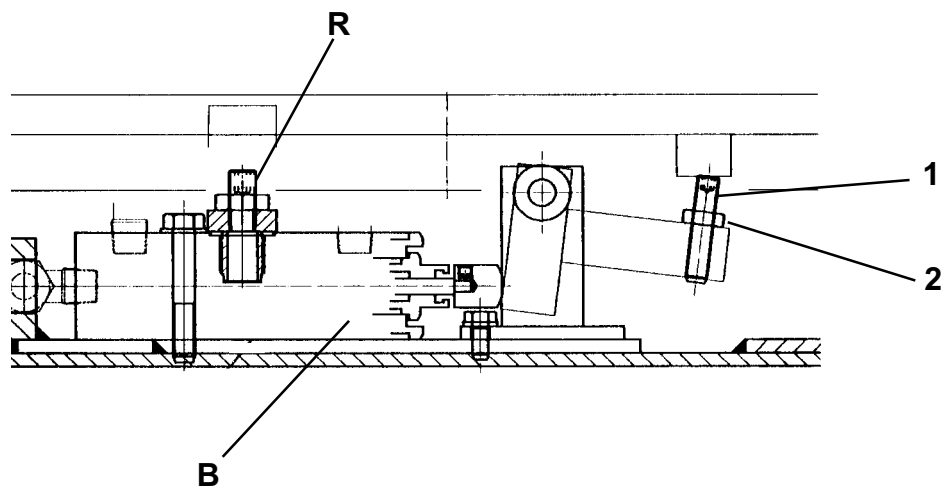
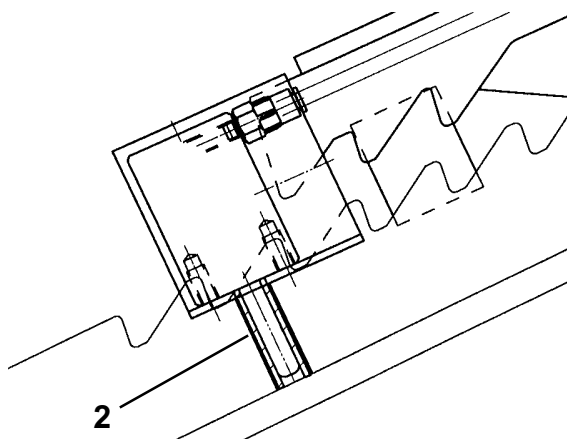
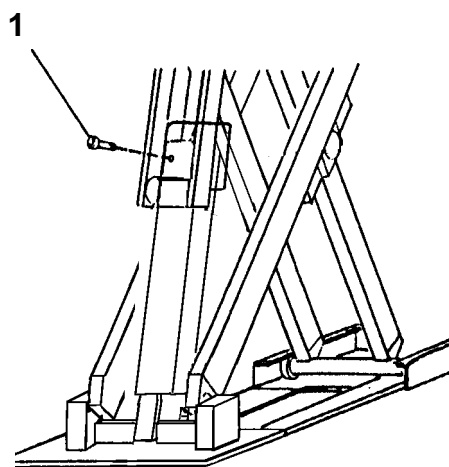

Fig. 15
Fig. 16
Fig. 17
Durante il collegamento dei tubi potrebbe entrare un po' di aria e quindi, per ristabilire il corretto funzionamento, operare come segue: con il rubinetto **R** chiuso, vedi Fig. 15, premere il pulsante di salita fino a battuta meccanica pedana **P1** (non importa la pedana **P2**).
Svitare la vite **1** (Fig. 17) del cilindro **P1** per spurgare l'aria (può verificarsi la discesa di **P2**) poi riavvitare.
Togliere l'alimentazione pneumatica in modo che l'arresto meccanico del cilindro **P1** rimanga agganciato sull'ultimo dente (cilindro tutto esteso) e inserire sotto l'arresto del cilindro **P2** il distanziale **2** (Fig. 16) (tubino Rilsan Ø 8x6 lungo 30 mm) in modo che il cilindro possa scorrere.
Aprire il rubinetto **R** (Fig. 15) e premendo il pulsante di discesa
with stopcock **R** closed (see Fig. 15), press the up button until platform **P1** reaches the mechanical stop (the position of **P2** is not important).
Loosen screw **4** (see Fig. 17) of cylinder **P1** to bleed the air (**P2** may drop), then tighten again.
Switch off the compressed-air supply so that the mechanical stop of cylinder **P1** remains fastened on the last tooth (cylinder fully extended) and fit spacer **2** (Fig. 16) underneath cylinder **P2** so the cylinder can slide. (Ø 8x6 rilsan tube of 30 mm length). floor. Open stopcock **R** (fig. 15) and press the down button to
Während des Anschlusses der Leitungen könnte etwas Luft eintreten. Zur Abhilfe bzw. Wiederherstellung des einwandfreien Betriebs, wie folgt vorgehen: bei geschlossenem Hahn **R** die Hebesteuertaste drücken, bis es zum mechanischen Anschlag der Fahrschiene **P1** kommt (die Fahrschiene **P2** ist unwichtig). Zur Entlüftung die Schraube **1** (Abb. 17) des Zylinders **P1** lösen (**P2** könnte sich senken) und wieder anziehen. Die pneumatische Versorgung unterbrechen, damit die mechanische Arretierung des Zylinders **P1** am letzten Zahn eingehakt bleibt (Zylinder ganz ausgefahren) und zur Zylindergleitung das Distanzstück **2**, (Abb. 116) (Schlauch aus Rilsan D. 8x6, 30 mm lang) unter die Arretierung des Zylinders **P2** einsetzen. Den Hahn **R** (Abb. 15) öffnen und über die Senksteuertaste **P2** bodeneben
Lors du raccordement des tuyaux, de l'air pourrait s'introduire dans le système, il faut donc opérer comme suit pour rétablir le bon fonctionnement: le robinet **R** (voir Fig. 15) doit être fermé; actionner la montée autant qu'il faut pour mettre le chemin de roulement **P1** en sa position de butée mécanique (la position du chemin de roulement **P2** n'est pas importante).
Desserer la vis **1** (Fig. 17) du vérin **P1** pour purger l'air (il peut arriver que **P2** descende), puis resserrer.
Supprimer l'alimentation pneumatique de manière à ce que l'arrêt mécanique du vérin **P1** reste enclenché sur la dernière dent (vérin entièrement ouvert) et introduire sous l'arrêt du vérin **P2** l'entretoise **2** (Fig. 16) (tuyau rilsan Ø 8x6 30 mm de long) pour permettre au vérin de coulisser. Ouvrir le robinet **R** (Fig.
Durante la conexión de los tubos podría entrar un poco de aire y por este motivo, para restablecer el correcto funcionamiento es necesario proceder de la siguiente manera: con el grifo **R** cerrado, ver Fig. 15, presionar el pulsador de elevación hasta el tope mecánico de la plataforma **P1** (no interesa la plataforma **P2**). Destornillar el tornillo **1** (Fig. 17) del cilindro **P1** para purgar el aire (puede comprobarse el descenso de **P2**) y luego volver atornillar. Quitar la alimentación neumática de manera que el retén mecánico del cilindro **P1** se quede enganchado en el último diente (cilindro todo abierto) y colocar debajo del retén del cilindro **P2** el distanciador **2** (Fig. 16) (tubo de rilsan de Ø 8x6 longitud 30 mm) de manera que el cilindro pueda deslizar. Abrir el grifo **R** (Fig. 15) y presionando el pulsador de descenso bajar
fare scendere **P2** fino a terra, poi farla risalire 3-4 volte fino a 50-70 cm da terra. Assicurarsi che in centralina ci sia olio sufficiente. Portare **P2** a 150 cm di altezza e chiudere il rubinetto **R**, fare scendere il ponte di circa 50 cm dopo aver tolto il distanziale **2** (Fig. 16) e ripristinato il collegamento pneumatico, poi riaprire il rubinetto **R**. Mettere la **P2** 0,5-1 cm. più bassa di **P1**. Richiudere il rubinetto **R** bloccando con gli appositi controdadi e fare scendere a terra entrambe le pedane. **Staccare il cavetto A** (Fig. 10). Il ponte funziona regolarmente quando partendo da terra ad un'altezza di 10 cm **P2** risulta più alta di **P1** di 1-2 cm.
15) et appuyer sur le bouton de descente pour porter **P2** au sol, le soulever ensuite 3 ou 4 fois de 50 à 70 cm du sol. S'assurer qu'il y ait suffisamment d'huile dans le boîtier de commande. Porter **P2** à une hauteur de 150 cm et fermer le robinet **R**. Faire descendre le pont de 50 cm environ après avoir retiré l'entretoise **2** (Fig. 16) et réactiver l'installation pneumatique, puis réouvrir le robinet **R**. Positionner **P2** à une hauteur inférieure de 0,5-1 cm par rapport à **P1**. Refermer le robinet **R** en bloquant les contre-écrous spécifiques et porter les deux chemins de roulement au sol. **Débrancher la fiche A (Fig. 10).** Le pont fonctionne régulièrement lorsque, dès la position initiale au sol, après une course de 10 cm, **P2** dépasse **P1** de 1 ou 2 cm.
P2 hasta el suelo, y luego subirla 3-4 veces hasta que llegue a unos 50-70 cm. del suelo. Asegurarse que en la centralita haya bastante aceite. Colocar **P2** a 150 cm. de altura y cerrar el grifo **R**; bajar el puente unos 50 cm. después de haber quitado el distanciador (**2** Fig. 16) y una vez que se ha restablecido la conexión neumática, abrir nuevamente el grifo **R**. Colocar **P2** de 0,5 a 1 cm. más baja respecto a **P1**. Cerrar nuevamente el grifo **R** bloqueando con las correspondientes contratuercas y bajar al suelo las dos plataformas. **Desconectar la clavija A (Fig. 10).** El puente funciona normalmente cuando partiendo desde el suelo, a una altura de 10 cm, **P2** es más alta de **P1** 1-2 centímetros.